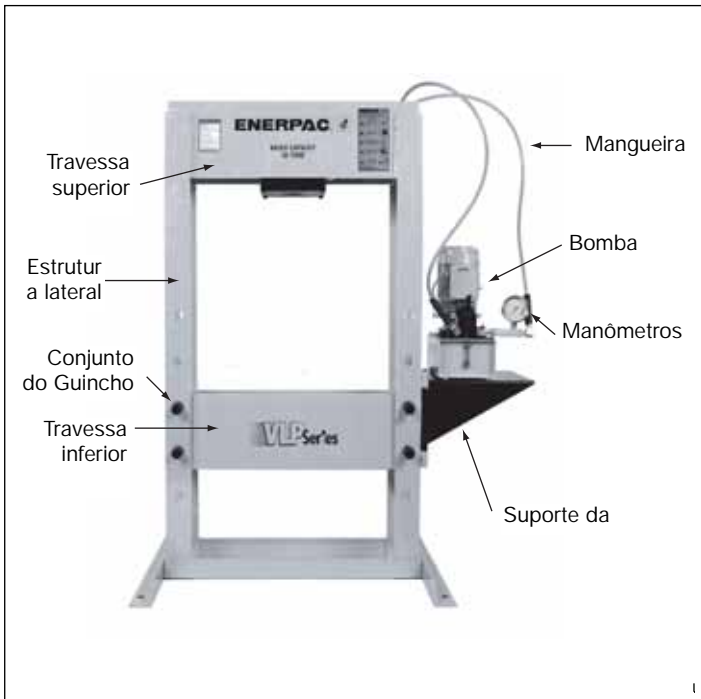

Figura 1, Conjunto da Prensa VLP
3.0 INSTALAÇÃO (Verificar a Figura 1)